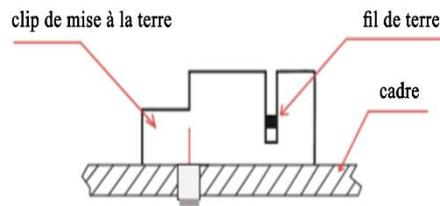

FIGURE 2
• Comme le montre la figure 2, l'ensemble du clip de mise à la terre se compose d'un curseur, d'une base et d'une vis autotaraudeuse à filetage captif ou d'une vis 8-32 et d'un écrou hexagonal. Le clip de mise à la terre accepte les fils de cuivre solides non isolés de calibre 10 ou 12 AWG.